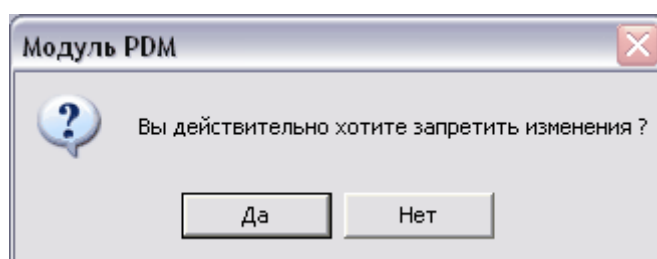

Рис. 202
3. В появившемся предупреждении нажмите **Да** для запрета изменения, **Нет** – для отмены действия (Рис. 202).